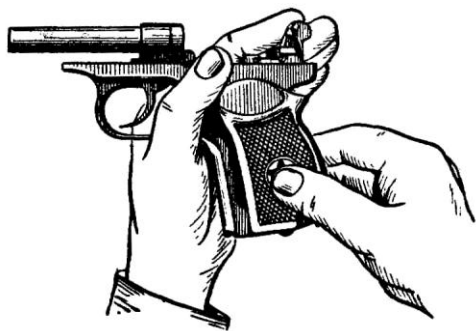

Рис. 11. Отделение рукоятки от основания рукоятки
3) **Отделить рукоятку от основания рукоятки и боевую пружину от рамки.** Лезвием протирки вывинтить винт и, сдвигая рукоятку назад, отделить ее от основания рукоятки (рис. 11).